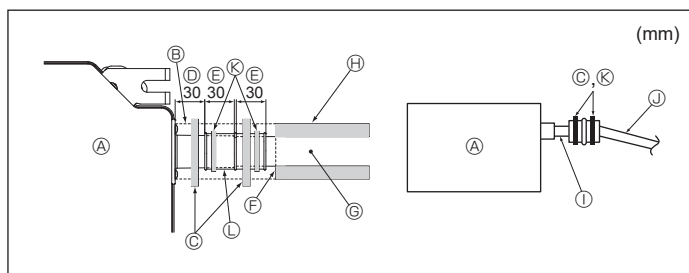

Fig. 6-2
- ① PVC BUIS met buitendiameter van $\varnothing 38$ voor gegroepeerd leidingwerk. (met ten minste 9 mm isolatie erop)
1. Sluit de aftapbus (meegeleverd met de unit) aan op de afvoeropening. (Fig. 6-2) (Bevestig de bus met behulp van PVC-plakband en zet deze stevig vast met behulp van een band.)